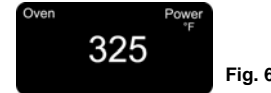

Fig. 6
- Appuyez sur le bouton Augmentation/Diminution pour régler la température pour le rôti. (Fig. 6)